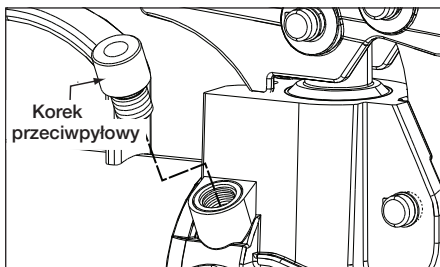

Rysunek 11, Odpowietrzanie
3. Ustaw pompę w pozycji poziomej, na wysokości powyżej cylindra. Patrz rysunek 11.
2. Ustaw pompę w pozycji poziomej, na wysokości powyżej cylindra. Patrz rysunek 11.